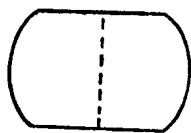
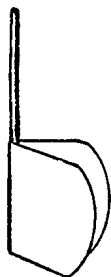
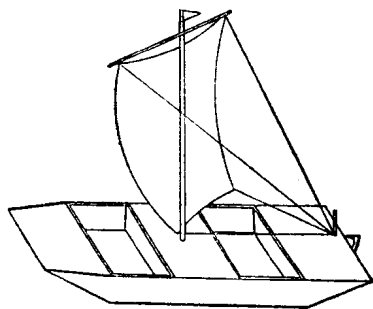

图 6
图 7
图 8
3. 用直径是 4 毫米、长 40 毫米的竹丝做舵柄。用白版纸剪成图 6 的形状，依虚线弯折，并用浆糊贴在舵柄上(图 7)。同时把舵柄插入船尾甲板上(图 8)。
4. 用直径是 3 毫米、长 130 毫米的竹丝做桅杆。在桅杆的上、下两处扎上两根细竹丝，糊上白纸作为船帆。把桅杆插入船体上的孔里，要插到船底。在船帆的四个角上扎上棉纱线，并把四根棉纱线紧扎在舵柄上。这样，火柴盒小帆船就做成了(图 8)。